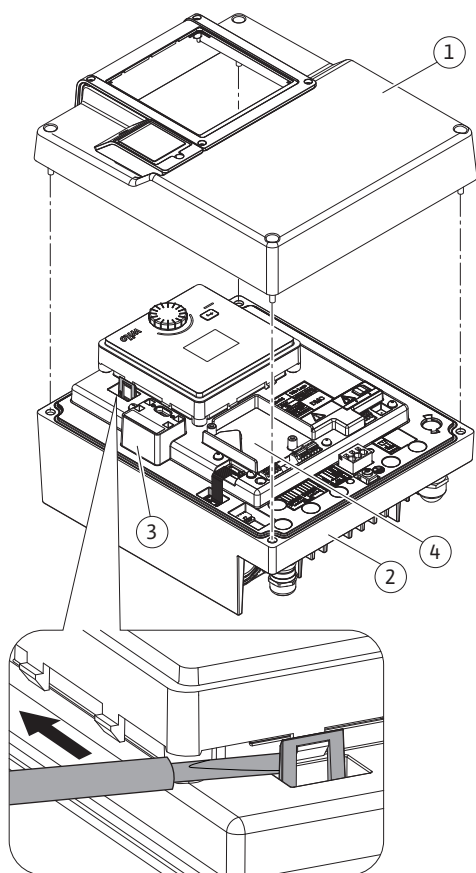

Fig. 28: Elektronikmodul
CIF-moduler (tillbehör) används för kommunikation mellan pumpar och fastighetsautomation. CIF-moduler sätts på i elektronikmodulen (Fig. 28, pos. 4).